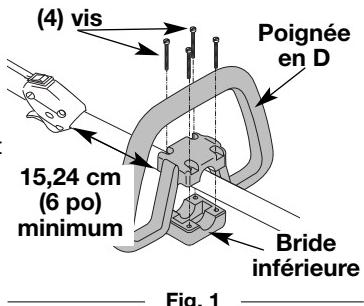

Fig. 1
- Placez la poignée sur le corps de l'arbre et au-dessus de la bride inférieure (Fig. 1). Placez-la à au moins 15,24 cm (6 po) de l'extrémité de la prise de l'arbre.